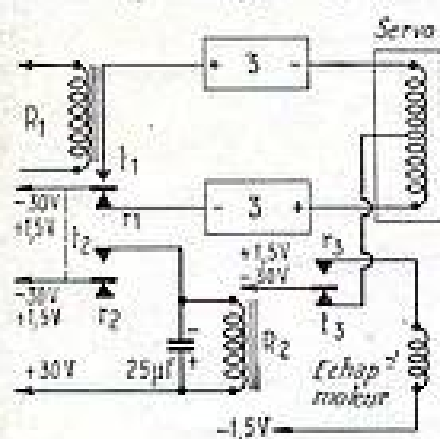

FIG. 1
particulièrement simple de l'amplificateur. Sur la figure 1, les deux canaux BF sont représentés. Les grilles des parties triodes ECL82, préamplificatrice de tension de chaque canal sont reliées par des condensateurs de 4700 pF aux curseurs des deux potentiomètres P₁ et P₂, qui permettent de régler séparément les volumes sonores. Un seul potentiomètre double commandé par un même axe n'aurait pu être utilisé, étant donné que l'amplificateur ne comporte pas de dispositif d'équilibrage. Le réglage est un peu plus long, mais facile, en éloignant les deux haut-parleurs.
- Un retour à zéro des gouvernes en cas de panne radio (avec éventuellement arrêt du moteur cinq secondes après). La figure 1 indique le schéma complet. Le relais R₁ comporte deux contacts repos et travail (on peut utiliser un seul contact, mais il faut mettre des diodes partout pour séparer les